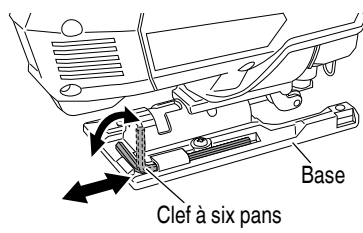

Fig. 21
- Il est possible de ranger la clef à six pans dans la base (Fig. 21).